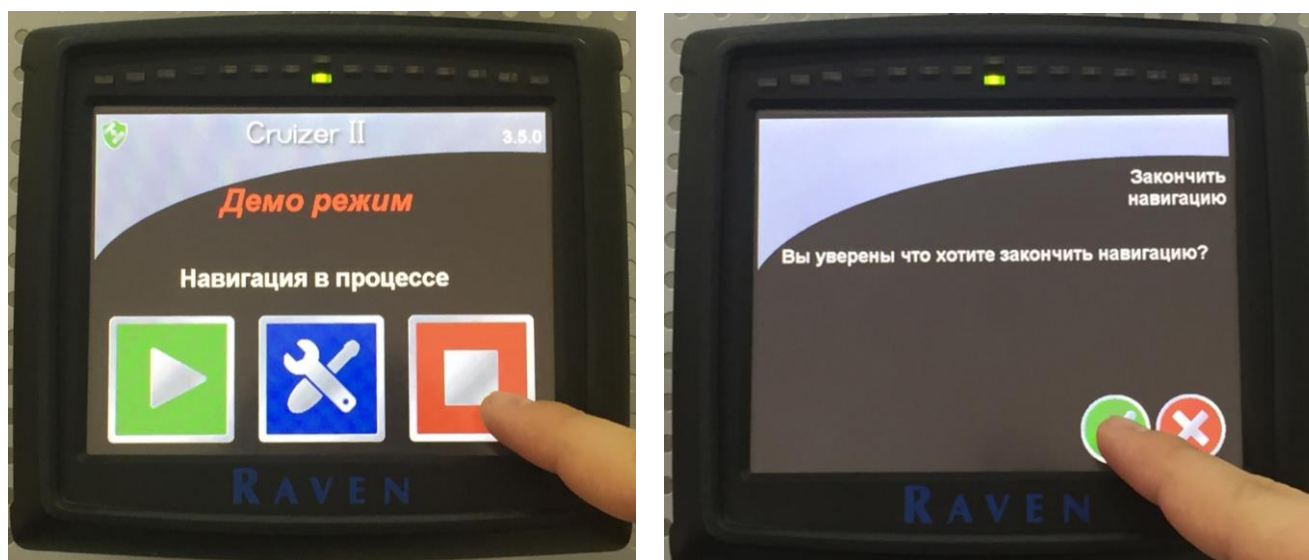

Рисунок 6.12 – Завершение работы системы
10. Завершите работу с системой (рисунок 6.12).